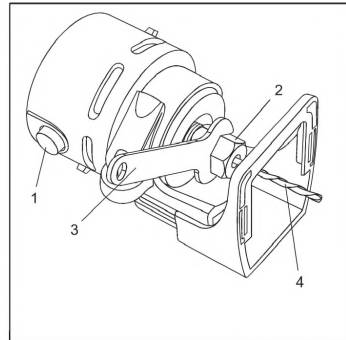

Рис. 9
- 3.Ключом 3 (Рис. 9) против часовой стрелки отверните фиксирующую гайку.
- 5.Наживите фиксирующую гайку 2, вставьте насадку 4 (Рис. 9)
- 6.Затяните фиксирующую гайку 2 (Рис. 9)